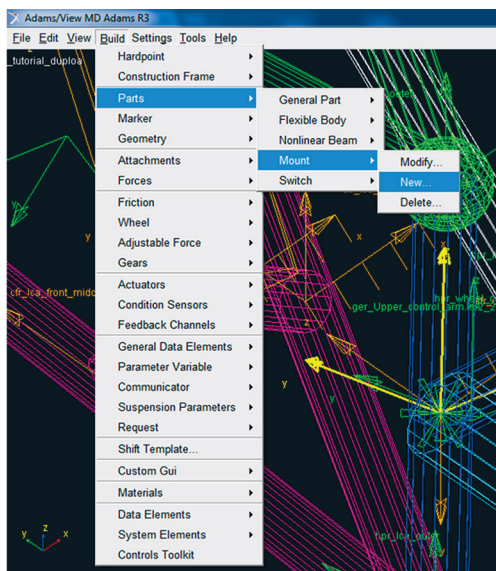

Figura 5.106 – Ilustração do menu/opções correspondente à criação do *Mount* “*uca\_to\_body*”.
- Acesse o menu *Build* → *Parts* → *Mount* → *New* (Figura 5.106).